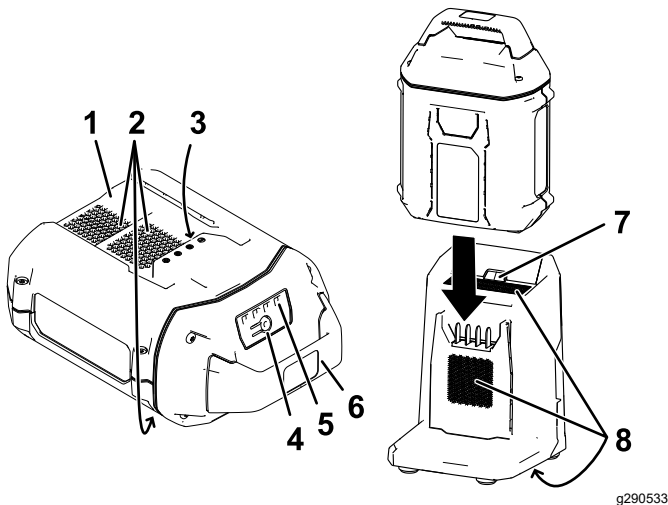

Figure 13
2. Alignez le creux de la batterie (Figure 13) sur la languette du chargeur.
3. Insérez la batterie dans le chargeur jusqu'à ce qu'elle soit complètement enclenchée (Figure 13).